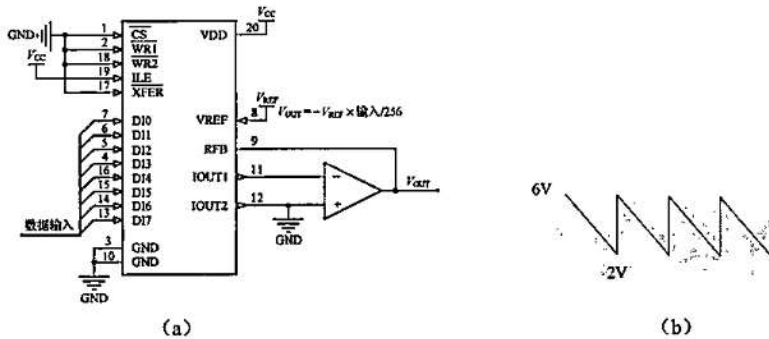

图 3
3. 图 3 (a) 中 DAC0832 工作于直通方式, 单极性输出, 如果单片机用 P0 口输出数据给 DAC0832, 假设基准电压 $V_{REF} = -10V$ 。
(2) 输出 6V 和 2V 对应需要输入的数字量分别为多少? (2 分)
(3) 试编程实现图 3 (b) 中的波形, 波形在 6V 和 2V 之间改变, 用汇编语言或 C 语言编程。 (6 分)